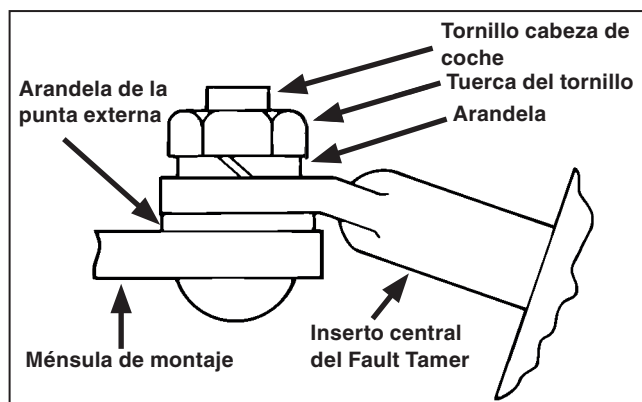

Figura 1. Detalle de la sujeción del montaje Fusible Limitador Fault Tamer a la ménsula de montaje.
- PASO 1.** Sujete el montaje Fusible Limitador Fault Tamer a una ménsula de montaje adecuada según se ilustra en la Figura 1. **Nota:** Se proporciona una ménsula de montaje apta para montaje en cruceta, en poste, o en pared sólo si ésta fue solicitada al agregar el sufijo “-B” o “-C” al número de catálogo del Fusible Limitador Fault Tamer. Apriete la tuerca del tornillo cabeza de coche hasta que esté apretada pero lo suficientemente floja como para permitir que se realicen ajustes al girar. Ponga atención al lugar donde debe ir colocada la arandela de la punta externa entre el inserto central del Fault Tamer y la ménsula de montaje.